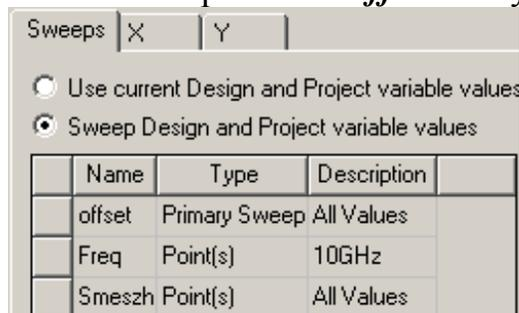

Рис. 13.13. Установка первичной изменяемой переменной *offset* вместо частоты *Freq*
- a. Нажмите кнопку **Sweep Design and Project variable values** (рис. 13.13).